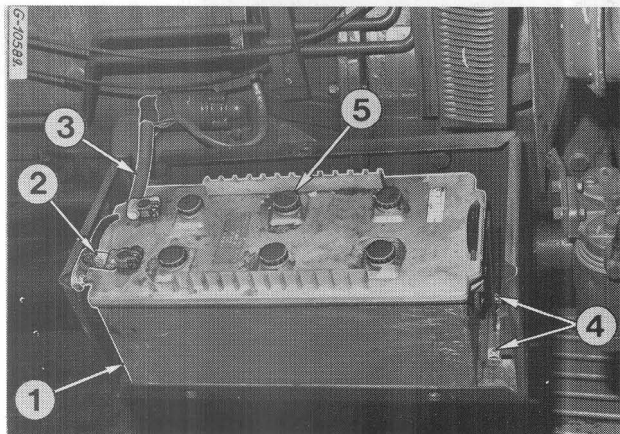

Figure 110
L'emplacement de la batterie est indiqué sur la fig. 110.
Pour retirer la batterie du tracteur (moteur arrêté, uniquement), débranchez d'abord le câble de masse (2), fig. 110 puis le câble de la borne (+) (3), et ôtez la batterie.